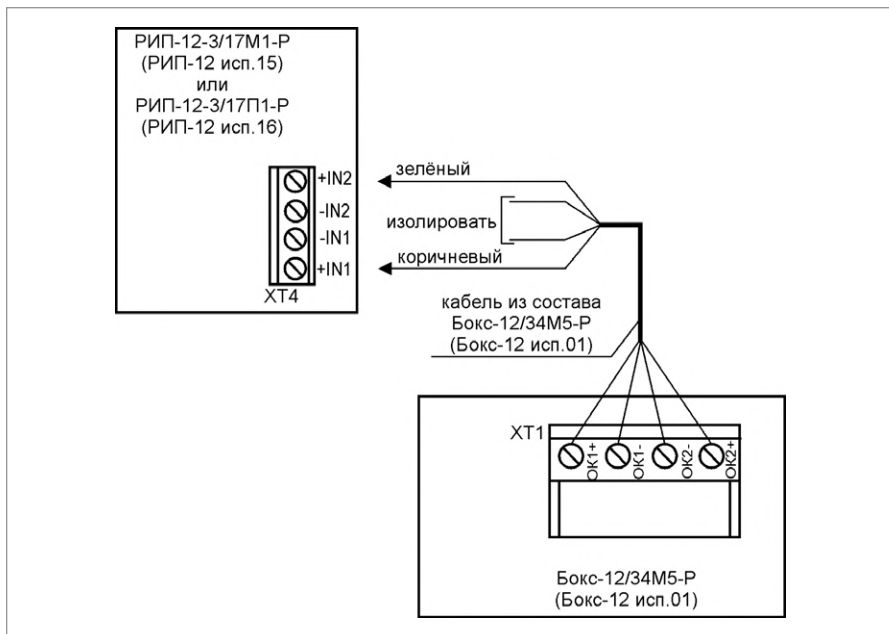

Рисунок 15. Схема подключения Бокс-12 исп.01 (Бокс-12/34М5-Р) /Бокс-24 исп.01 (Бокс-24/17М5-Р) к РИП
1. Схема подключения Бокс-12 исп.01 (Бокс-12/34М5-Р) (далее - Бокс) представлена на Рисунок 15. Кабель подключения Бокса к РИП входит в комплект поставки Бокса и подключен к колодке ХТ1.